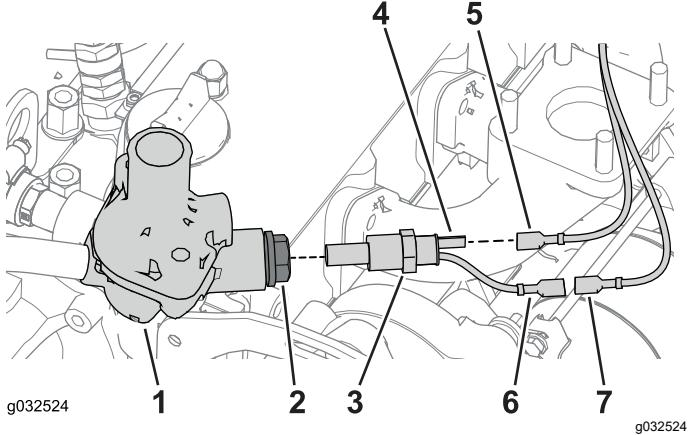

Bild 29
1. Ermitteln Sie das Thermostatgehäuse am Motorblock und entfernen die Motoranschlusschraube (Bild 29).
5. Finden Sie das gelbe Kabel, das Sie in Schritt 2 in Verlegen des Zulaufschlauchs \(Seite 15\) abgeschlossen haben, und schließen es am Motorheißstecker des Temperatursensors an (Bild 29).
6. Finden Sie das orangene Kabel, das mit einem Kabelbinder am gelben Kabel befestigt ist; entfernen Sie den Kabelbinder und schließen Sie das Kabel am Motorheißstecker des Temperatursensors an (Bild 29).